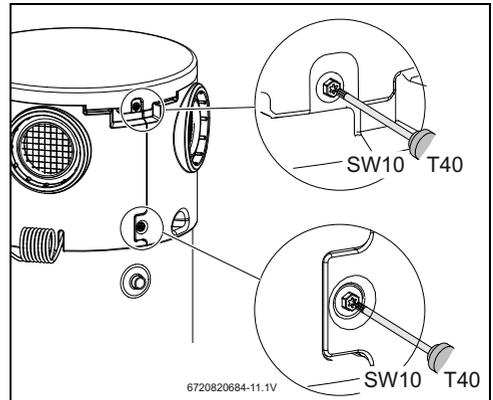

Bild 50
- ▶ Obere Abdeckung und Gehäusering entfernen (Abb. 50).